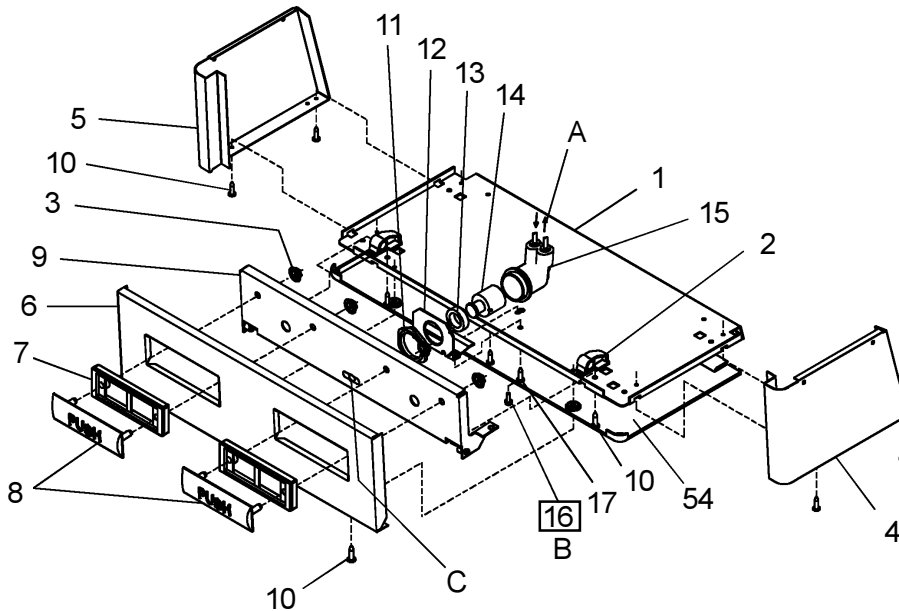

FIG. 3
See Fig. 3 for Push Bar Mechanism
Vea ia Fig. 3 para el Mecanismo de la Barra de Empuje
Voir Fig. 3 pour ie Mechanisme de Barre-poussoir
- 8) Stream height is factory set at 45-50 PSI. If supply pressure varies greatly from this, readjust stream height to approximately 1-1/2" (38mm) above the bubbler guard by turning adjustment screw, accessible by removing front push panel, Item No.48 (see Fig.3).
- 10) Replace the front panel and secure by retightening four (4) screws.
- 8) La altura del chorro se determina en la fábrica a 45-50 PSI. Si la presión del suministro varía demasiado de este valor, reajuste la altura del chorro a aproximadamente 1-1/2" por encima del protector del borboteador dando vuelta al tornillo de ajuste sacando el panel frontal de empuje, Artículos 48 (vea Fig. 3).
- 10) Vuelva a colocar el panel frontal y asegúrelo apretando nuevamente los cuatro (4) tornillos.
- 8) Le niveau d'écoulement est réglé en usine à 45-50 Lb/po². Si la pression varie beaucoup de ce point, ajustez le niveau à nouveau à environ 1-1/2" (38mm) au-dessus du protège-barboteur en tournant la vis de réglage du régulateur que l'on trouve en retirant le panneau, article 48 (voir fig. 3).
- 10) Remplacez le panneau avant et fixez le en place en resserrant les quatre (4) vis.